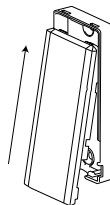

Figura 7: Closing the device cover
- Enganche las tapas al dispositivo y a la base magnética. Ver a Figura 7.